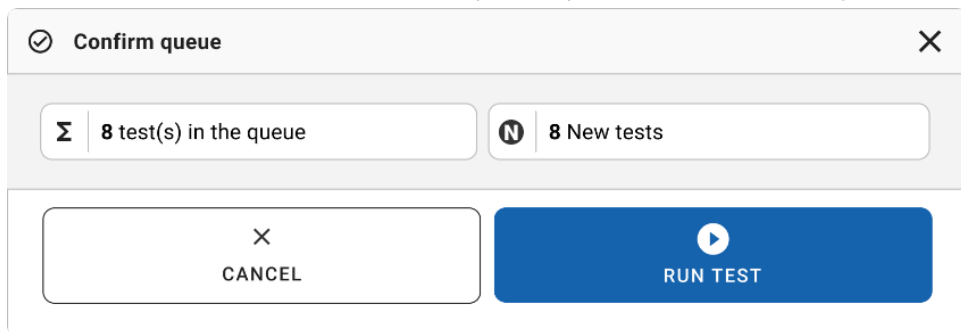

Figura 65. Caixa de diálogo Confirm queue (Confirmar fila).
14. Pressione o botão **Confirm data to run** (Confirmar dados para executar) na parte inferior da tela quando todos os dados exibidos estiverem corretos (Figura 63). Depois disso, é necessária mais uma confirmação do operador para executar os testes (Figura 65).